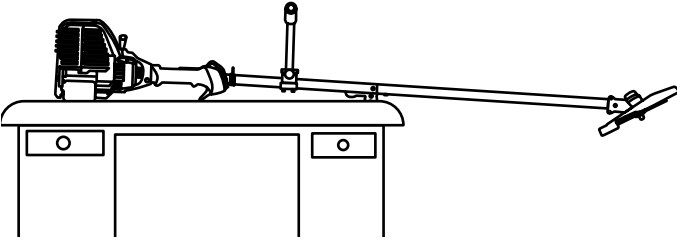

Fig. 40
2. Coloque el motor sobre una superficie plana y nivelada, con el protector de la cabeza de corte colgando de un banco o mesa de trabajo para obtener una lectura adecuada del nivel de aceite (Fig. 40).